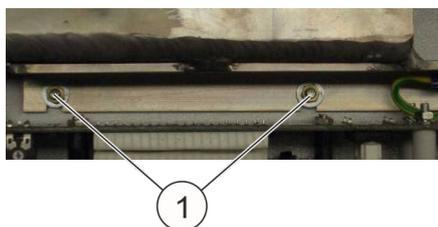

Fig. 88 : Fixation du réservoir
- 14.** Retirer les écrous M3 (Fig. 88 /1) de la fixation du réservoir avec une vis à pipe 5,5 mm.